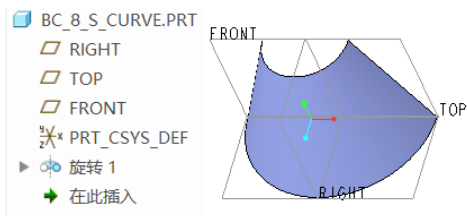
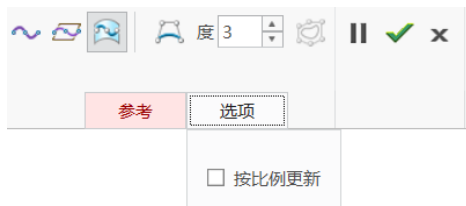

图 8-9 原始的旋转曲面
图 8-10 设置曲线类型等
① 在“快速访问”工具栏中单击“打开”按钮，弹出“文件打开”对话框，选择配套范例文件“bc_8_s_curve.prt”，然后单击“文件打开”对话框中的“打开”按钮。打开的文件中存在着图 8-9 所示的一个旋转曲面。
② 在功能区“模型”选项卡的“曲面”面板中单击“造型”按钮，进入“样式”设计环境。此时，默认的活动平面为 TOP 基准平面。
③ 在功能区出现的“样式”选项卡中单击“曲线”面板中的“曲线”按钮。
④ 在打开的“造型：曲线”选项卡中单击“COS”按钮，并确保没有选中“控制点”按钮，默认的曲线“度”数值为“3”，如图 8-10 所示。